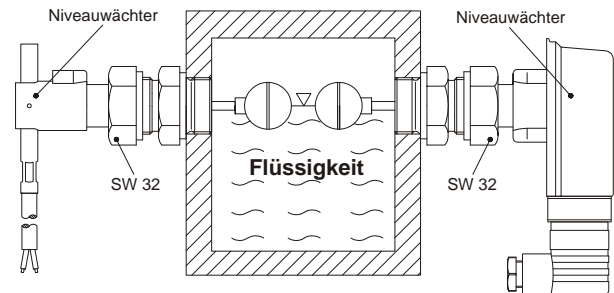

Abb. 3
- Bauen Sie den Niveauwächter gemäß Abb. 3 ein.